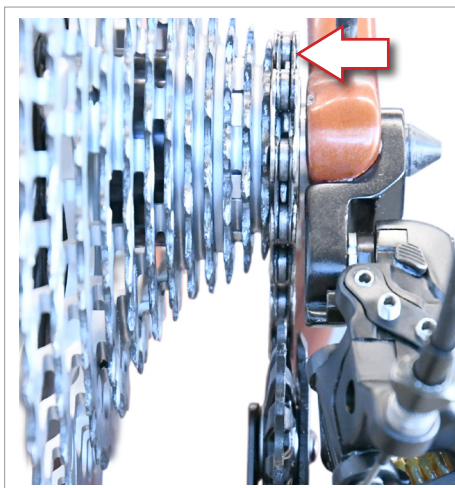
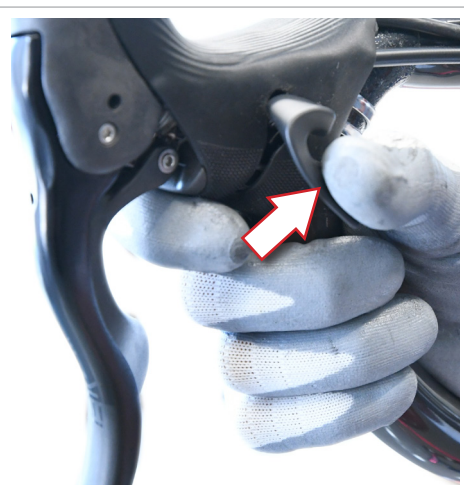

Fig.7
Fig.8
- Effettuate questa operazione con la catena posizionata sul pignone più piccolo (Fig. 7) della ruota libera e con il pulsante del comando Ergopower™ azzerato (Fig. 8).